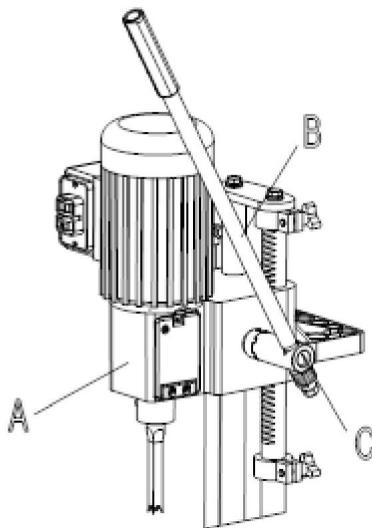

Abb. 9
Der Kopf (A) Abb. 9 wird mit dem Hebel (B) angehoben und abgesenkt.